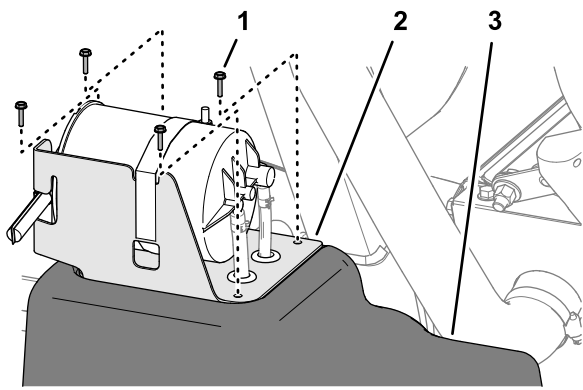

Bild 83
2. Entfernen Sie am Kraftstofftank die vier Schrauben (Nr. 10 x 3/4"), mit denen die Halterung des Aktivkohlefilters oben am Kraftstofftank befestigt ist (Bild 83).